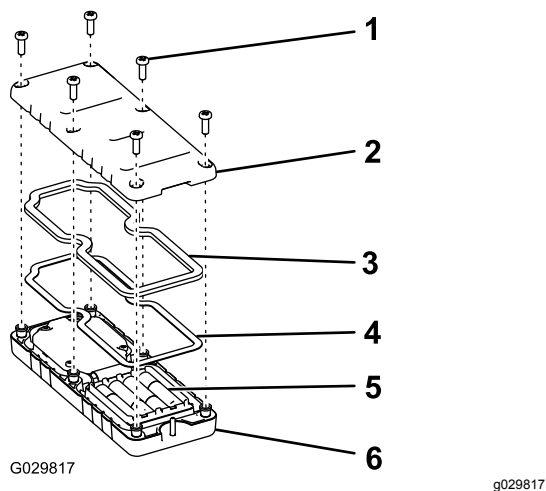

図 27
1. リモートの裏側にあるねじ6本を外してカバーを取る(図 27)。
5. カバーを元通りに取り付け、先に取り外したねじ6本を使って固定し(図 27)、各ねじを 1.5-1.7 N·m 0.15-0.17 kg·m = 13-15 in·lb にトルク締めする。